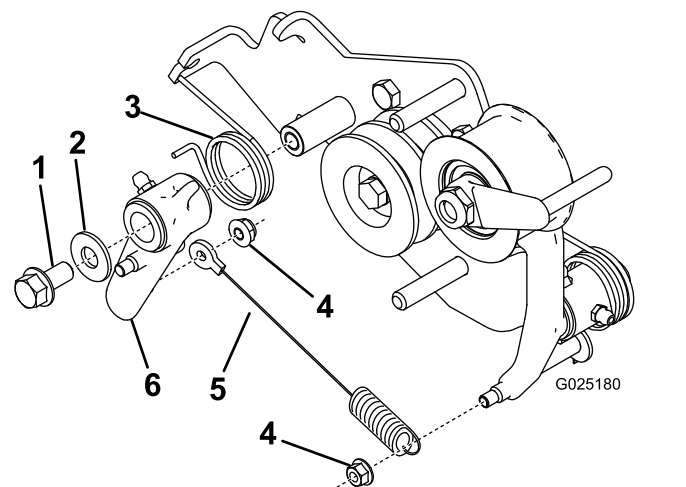

Figura 3
- Retire el conjunto de la palanca de tracción y las piezas necesarias del soporte de embrague antiguo e instálelas en el soporte de embrague nuevo (Figura 3).